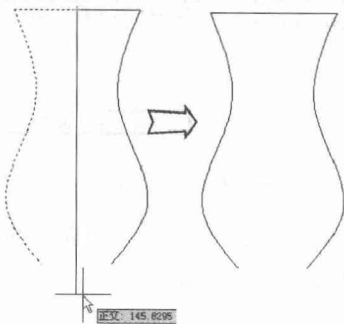

图1-41 镜像复制图形
(3) 执行“修改/镜像”菜单命令或者单击“修改工具栏”中的“镜像”按钮, 对称复制曲线, 如图 1-41 所示, 相关命令提示如下。